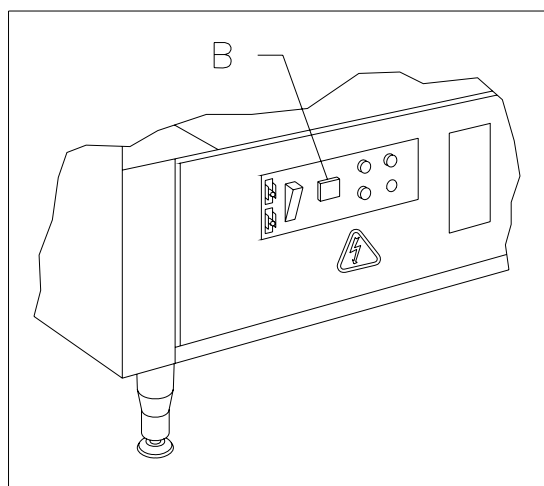

FIG. 7
- b) Girar la columna hasta la posición deseada mediante el pulsador de recarga situado en el cuadro eléctrico (Ref. B FIG. 7).